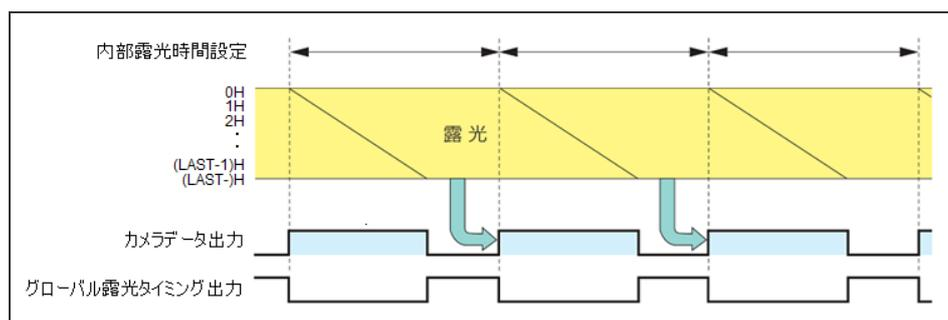
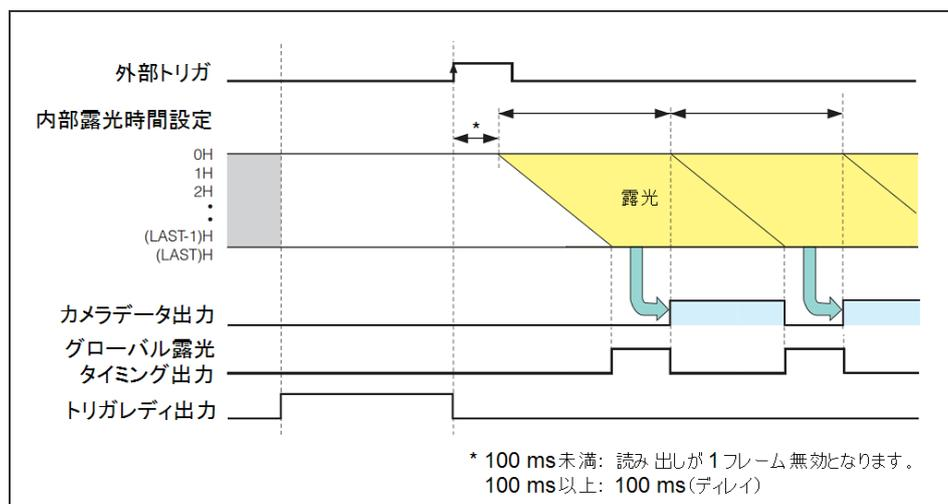

図 10-3
図 10-9 (立ち上がりエッジ時)
- 各トリガ出力のタイミングの詳細は、図 10-3～図 10-9 をご参照ください。